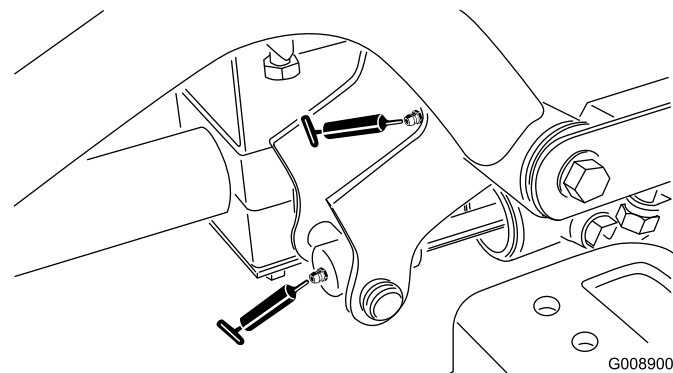

**Figura 55**
- Articulação do braço de elevação dianteiro esquerdo e cilindro de elevação (2) (Figura 55)